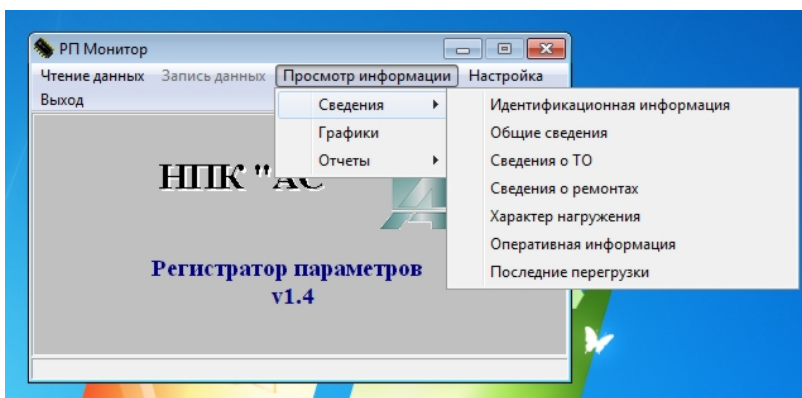

Рис.12
6.4.4. Раздел "Сведения" содержит 7 рубрик, Рис.12: